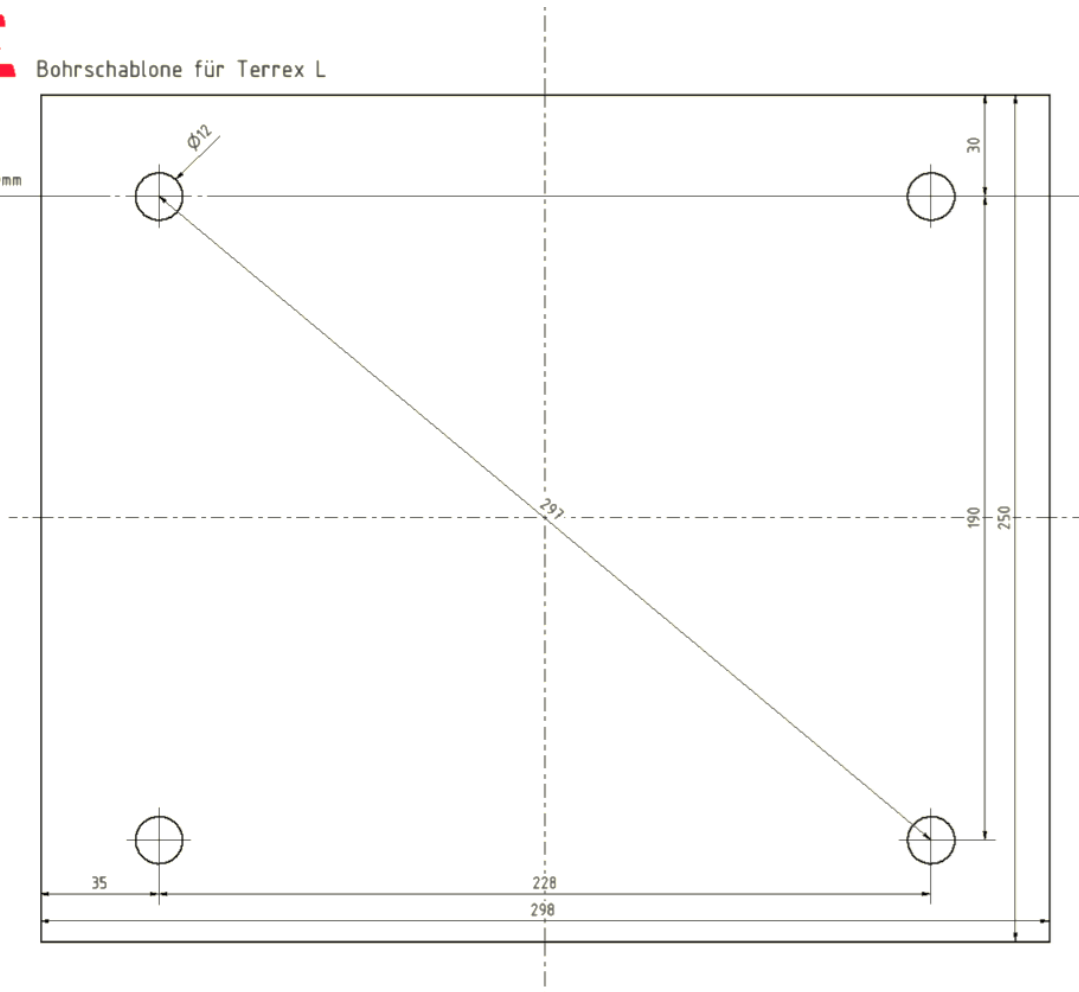

Abbildung 3: Maßabbildung für Wandmontage
4. Bohrlöcher nach Zeichnung (Abbildung 3) oder mit Hilfe der mitgelieferten Bohrschablone anzeichnen.